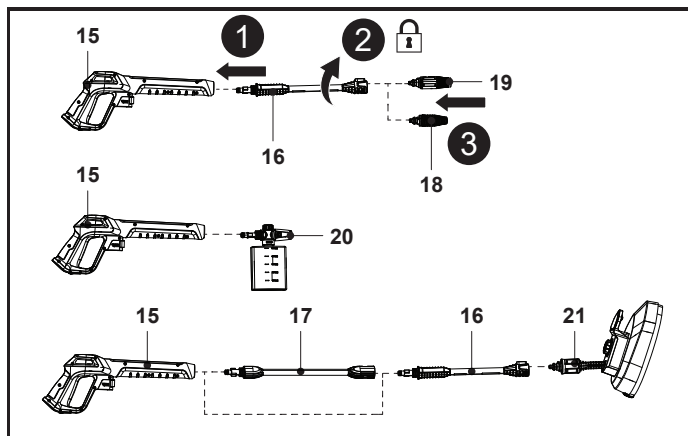

Fig. 5
1. Aliniaza și introdu extensionea de lance (16) în locul de pe pistolul pulverizator (15) (fig. 5, pasul 1).
2. Apasă și rotește manual extensionea de lance (16) în sens orar pe pistolul pulverizator (15) ca să o strângi (fig. 5, pasul 2).
3. Aliniaza cele două proeminențe de pe duză cu fantele de pe extensionea de lance (16), apoi introdu duza turbo (18) sau duza reglabilă (19) până la capăt (fig. 5, pasul 3).
4. Aliniaza cele două racorduri ale duzei pentru recipientul cu detergent (20) cu pistolul pulverizator (15), apoi apasă-o și rotește-o cu mâna în sens orar până se fixează în poziție.
5. Poți să montezi peria de curățat terase (21) pe extensionea de lance (16), apoi să montezi ansamblul direct pe pistolul pulverizator (15) sau cu tija extensibilă (17).